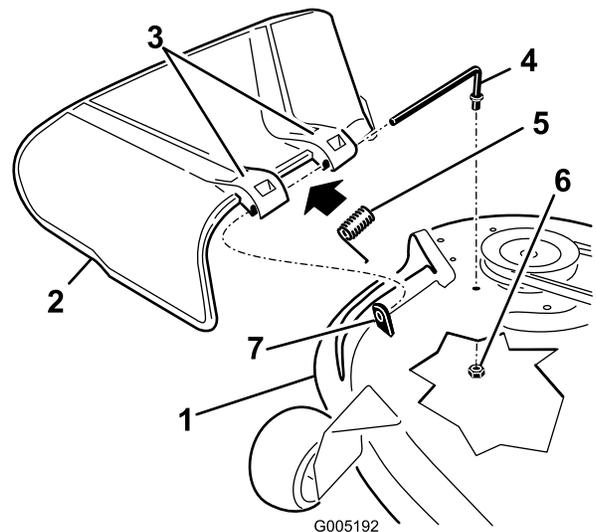

Figure 57
1. Repérez les éléments illustrés à la Figure 57.
2. Retirez l'écrou (3/8 pouce) de la tige, sous le plateau de coupe (Figure 57).
3. Sortez la tige de la courte cheville de positionnement, du ressort et du déflecteur d'herbe (Figure 57). Enlevez le déflecteur s'il est endommagé ou usé.
4. Remettez en place le déflecteur d'herbe (Figure 57).
6. Placez le ressort sur la tige, les fils d'extrémité dirigés vers le bas, entre les supports du déflecteur d'herbe. Insérez la tige dans le deuxième support du déflecteur d'herbe (Figure 57).
7. Insérez la tige à l'avant du déflecteur dans la courte cheville de positionnement sur le plateau. Fixez l'extrémité arrière de la tige dans le plateau de coupe à l'aide d'un écrou (3/8 pouce) (Figure 57).